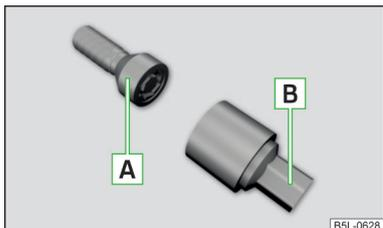

Fig. 183
Los tornillos de rueda antirrobo protegen a las ruedas contra robos. Se pueden **soltar/apretar** solamente con el suplemento [\[B\]](#) » fig. 183 .
- Introducir el suplemento [\[B\]](#) » fig. 183 hasta el tope sobre el tornillo de rueda antirrobo [\[A\]](#).
- Introduzca la llave de rueda hasta el tope sobre el tornillo de rueda. Usar el suplemento para los tornillos de la rueda antirrobo correspondientes » fig. 183 de la pág. 160.